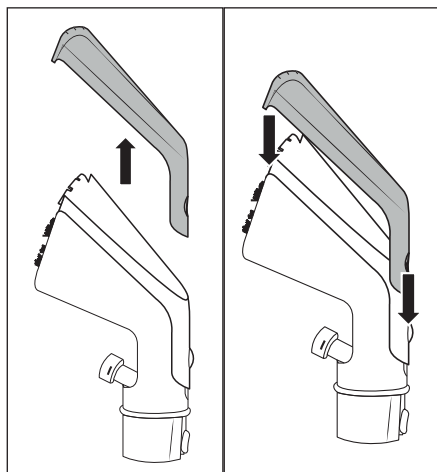

Fig. 9
- ◆ Pulse el botón de bloqueo 24 de la cubierta del cabezal de limpieza 23 de la boquilla para tapicería 22 y retire la cubierta del cabezal de limpieza 23 (consulte la fig. 9).
- ◆ Coloque la cubierta del cabezal de limpieza 23 en la boquilla para tapicería 22 y desplácela hacia abajo hasta que el botón de bloqueo 24 encastre en la boquilla para tapicería 22 (consulte la fig. 9).